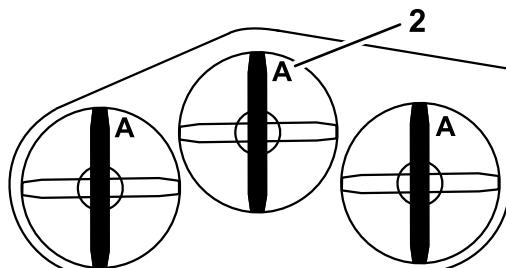

Figura 75
4. Misurate da un piano orizzontale fino al tagliente delle lame, posizione A, (Figura 75).